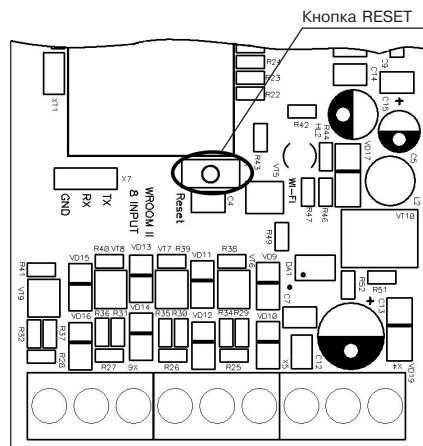

Рисунок 8. Расположение кнопки RESET на плате Устройства
- не отпуская перемычки (пинцета), нажать кнопку RESET (рис. 8), расположенную на плате Устройства;
- после появления часто мигающей индикации (короткая вспышка раз в 1 с) светодиода Wi-Fi (4) удалить перемычку (пинцет).